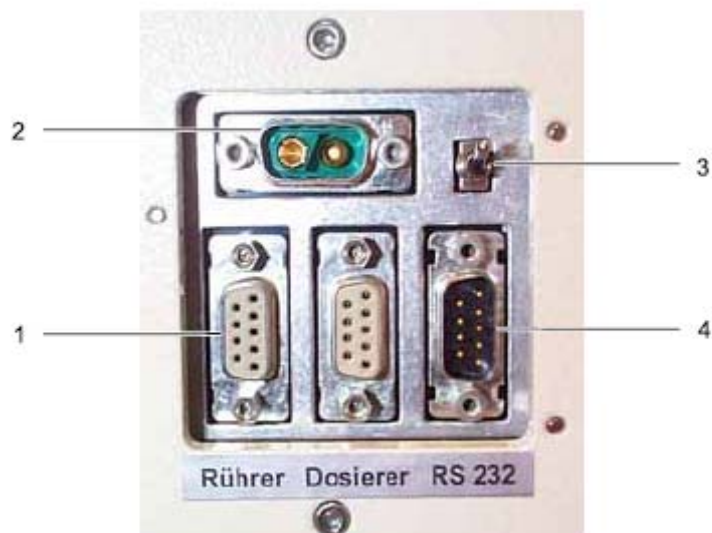

图90 自动进样器接口
1 排水管	6 电源组接口（见图 90）
2. 连接 RS232 线至自动进样器后部的 RS232 口（串口）。（图 90）
4. 将振荡器与自动进样器后部的相应接口连接。(图 90)。
6. 将电源组中的 24VDC 接口与自动进样器后部接口连接。(图 90)